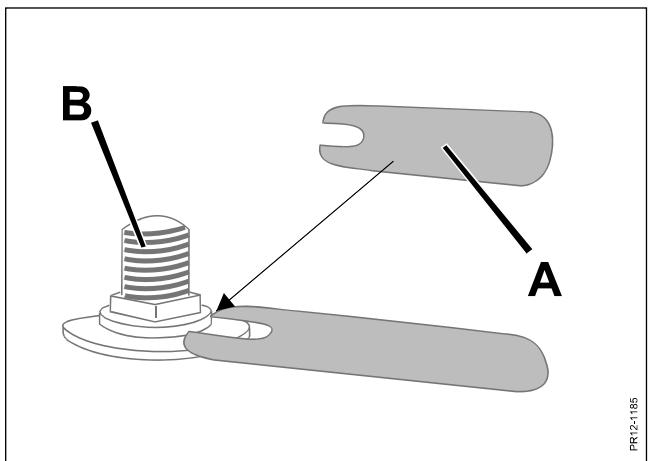

Fig. 5-8
- c) diameteren er mindre end 15 mm (se også nedenfor ved fig. 5-8).
- Fig. 5-8 I forbindelse med knivskifte kontrolleres alle knivbolte **B** på skiverne jævnligt med kontrollæren **A** (med i reservedelspakken).